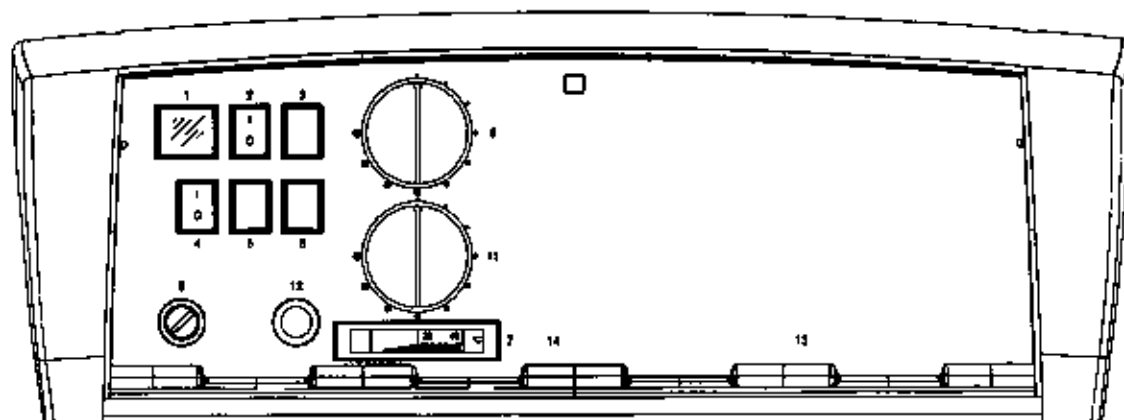

Fig. 3
3.4 PANNELLO COMANDO RED/KAPPA/TNA E STR (Fig. 3)